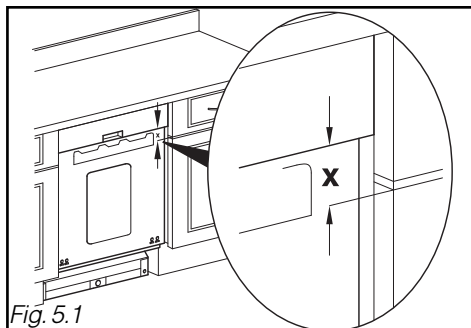
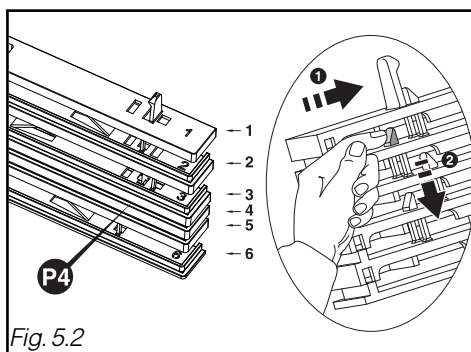

Fig. 5.1
Fig. 5.2
- Meet de afstand X op tussen de onderkant van de lijst en de bovenkant van de deur van het meubel dat naast de vaatwasser staat (Fig. 5.1). Zie de hieronder staande tabel (Fig. 5.2) om het aantal verhogingen dat u op de lijst moet vastklikken te bepalen.